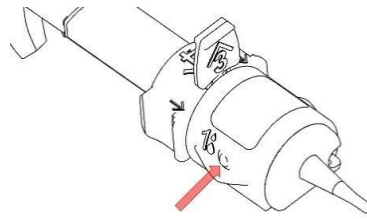

Fig. 1
3. Introdurre completamente la cannula (23G) di una siringa contenente sostanza viscoelastica nella piccola apertura indicata con il numero '1' (Fig. 1) mantenendo una leggera pressione all'estremità della cannula. Iniettare attraverso il lume la soluzione viscoelastica dispersiva (preferibilmente HPMC). Iniettare viscoelastico finché le due rime di soluzione ricoprono la lente.